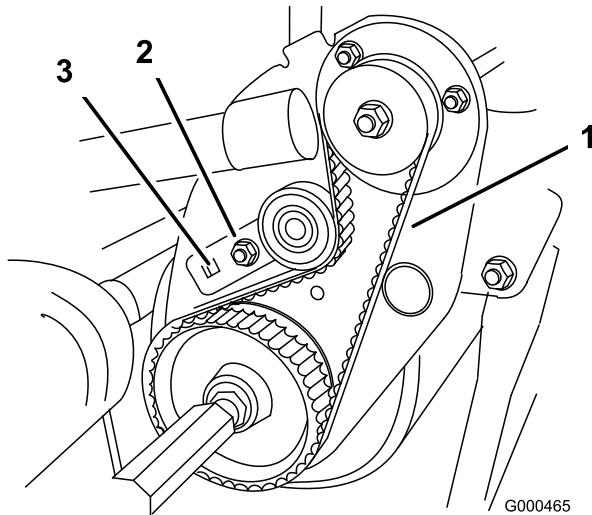

Figura 41
- B. Con una chiave torsiometrica da 3/8" girate la staffa di rinvio ad una coppia di 4-4,5 Nm per impostare la tensione della cinghia (Figura 41) Serrate il bullone della staffa di rinvio. Non tendete eccessivamente la cinghia.